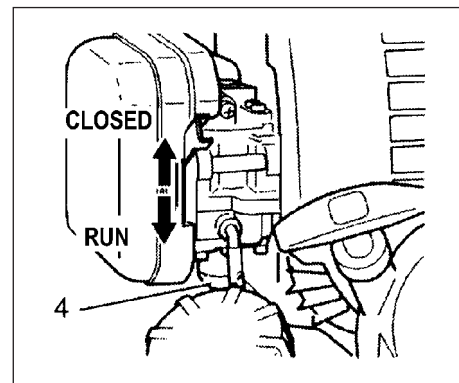

Fig. 2-3
\*Duw verschillende keren op de injectiepomp (4), zodat de brandstof door de pomp of de terugloopleiding vloeit. (indien aanwezig) (Fig. 2-3)
2. Zet de choke hendel in de positie GESLOTEN. (Fig. 2-3)
4. Als u hoort dat de machine opstart, zet u de choke hendel in de positie START (open). Trek vervolgens nog eens kort aan de trekstarter. (Fig. 2-3)